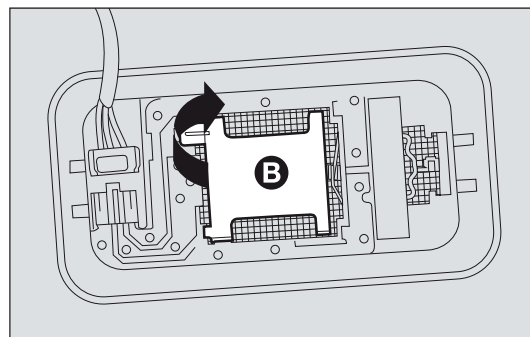

fig. 161
- ☐ abra la tapa B-fig. 161 como se indica;